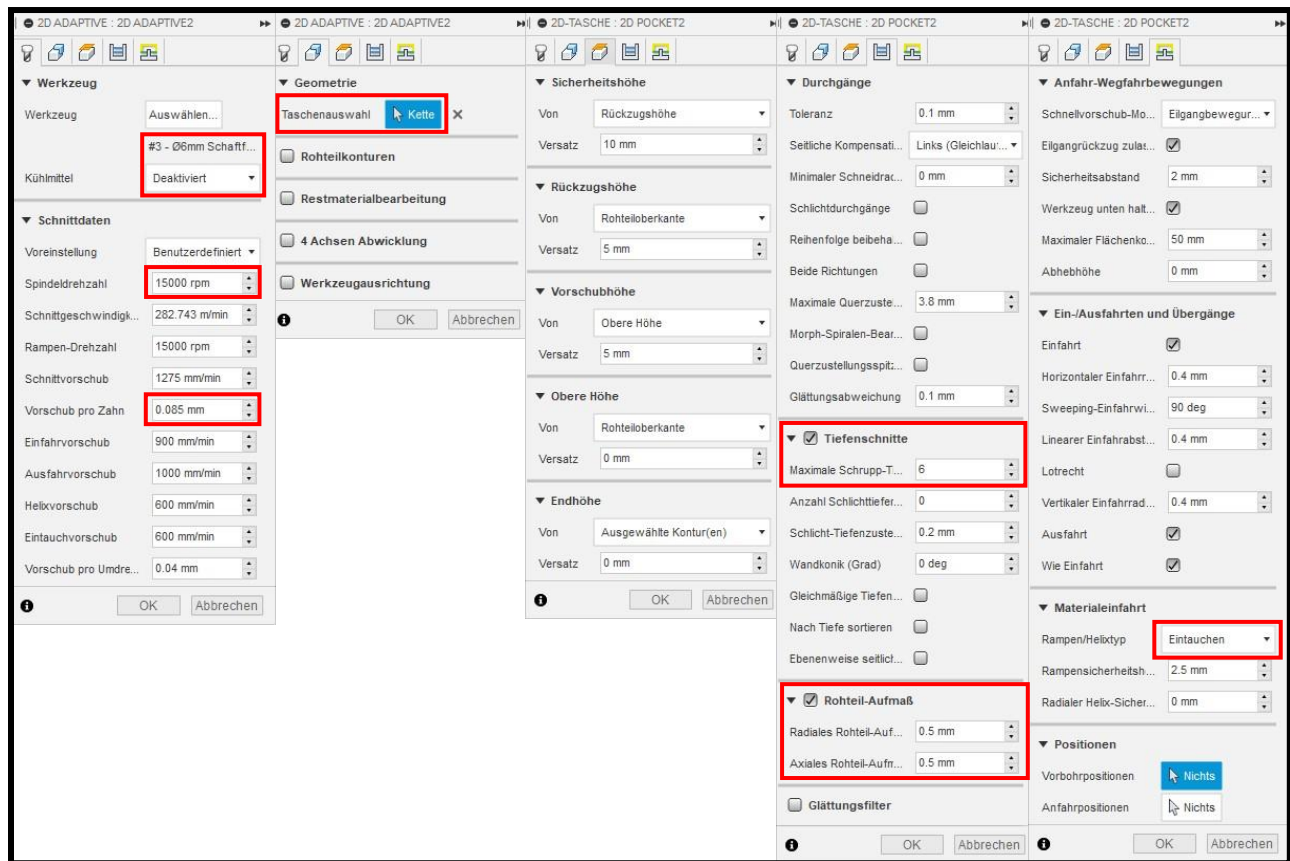

Abbildung 8: alle Tabs einer Operation am Beispiel einer 2D-Tasche
- Am Beispiel einer 2D-Tasche sind in Abbildung 8 alle Einstellungen aufgezeigt. Die rot umrahmten sind die jeweils relevanten.